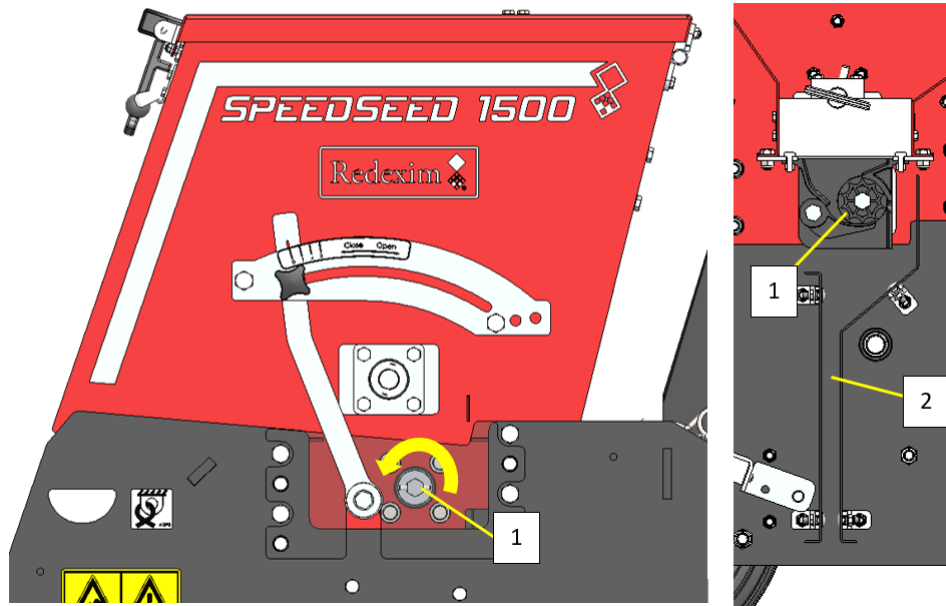

Fig. 5-1
Gire o eixo na direção indicada pela seta. (Veja a Fig. 5-1)
- Verifique se a passagem de sementes (2) não está bloqueada. (Fig.5-1)